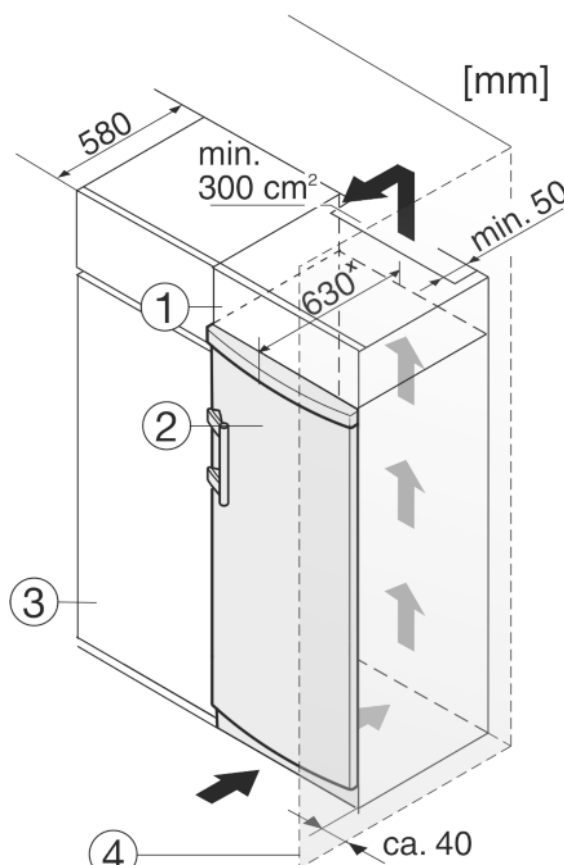

Fig. 10
Пристрій можна комбінувати з кухонними шафами. Для того, щоб пристрій Fig. 10 (2) вирівняти по висоті кухонної секції, на пристрій можна встановити антресольну секцію Fig. 10 (1).
У разі комбінування з кухонними шафами (максимальна глибина 580 мм) пристрій можна встановлювати безпосередньо поряд із кухонною шафою Fig. 10 (3). Пристрій виступає збоку на 34 мм \* і посередині на 50 мм \* відносно передньої панелі кухонної шафи.
Якщо пристрій встановлюється поряд зі стінкою *Fig. 10 (4)*, відстань між пристроєм та стінкою повинна бути не менше 40 мм. Це відповідає необхідній відстані для ручки після відкривання дверцят.